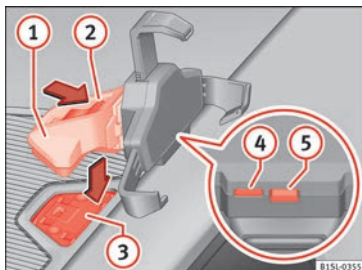

Fig. 135 En la consola central: cierre del hueco para el alojamiento del sistema de infotainment.
- Presione la tecla de desbloqueo »» **fig. 135** (5) hasta que el brazo superior del soporte universal se suelte.
- Dado el caso, monte el alojamiento para el smartphone »» **fig. 135** (4).
- Coloque el smartphone en las fijaciones inferiores. Para ajustar las fijaciones inferiores, pulse la tecla »» **fig. 135** (4).
- Sujete el brazo soporte »» **fig. 135** (1) y pulse la tecla de desbloqueo »» **fig. 135** (4) en el sentido de la flecha.
- Coloque el brazo soporte »» **fig. 135** (1) en la placa de sujeción »» **fig. 135** (3) desde arriba y presiónelo hacia abajo hasta que oiga que ha encastrado »» **fig. 135** (3).